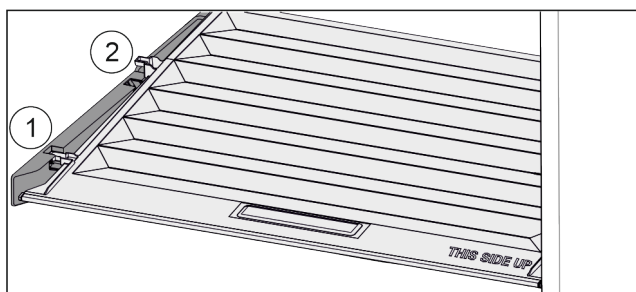

Fig. 67
- ▶ Pokrywę pociągnąć do przodu Fig. 67 (1), aż otworzy się w elementach trzymających.
- ▶ Podnieść tył od dołu i w wyjąć Fig. 67 (2) go do góry.